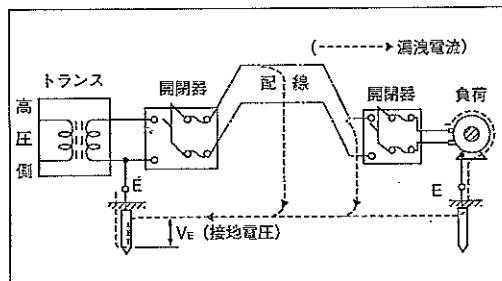

図4.5
- (1) 電気配線や負荷設備の絶縁が悪いと、測定しようとする接地抵抗に漏洩電流が流れ接地電圧を生じことがあります。その様子は図4.5に示してあります。この接地電圧が高すぎると測定誤差の原因になります。
電圧が5Vを越えた時には、図4.5に示す開閉器を開けるとか接地線を電路から切り離すなどして接地電圧を充分低くしてから測定した方がより正しい測定ができるといえます。また接地電圧が高いということは電路あるいは負荷機器の絶縁が劣化していることを示しているのですから、絶縁抵抗試験を行なって保守しておく必要があります。